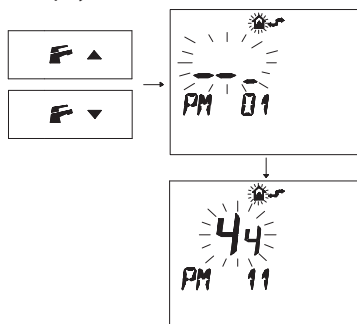

Рис. 5.39
- Нажмите кнопку **⏻** или **⏮**, чтобы вывести на дисплей параметр **PM11** пост-циркуляции насоса (Рис. 5.39).